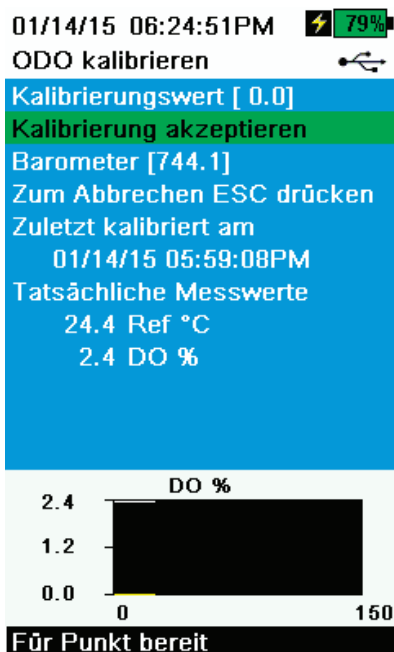

Abbildung 49 ODO Nullpunkt kalibrieren
3. Beobachten Sie die aktuellen Messwertanzeigen hinsichtlich Stabilität (weiße Linie in der Graphik zeigt für 40 Sekunden keine bedeutende Änderung) und wählen Sie dann **Accept Calibration (Kalibrierung annehmen) aus** (Abbildung 49). Im Bereich Sofortnachrichten erscheint „Calibration Successful (Kalibrierung erfolgreich)!“.